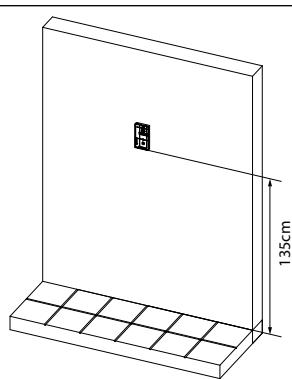
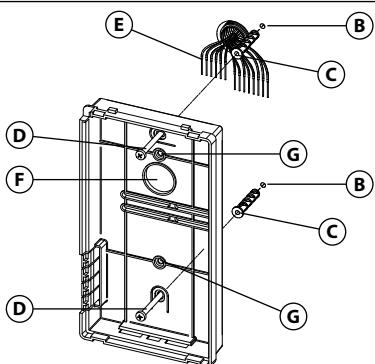

Fig. 3
Fig. 4
3. Appoggiare a parete la base del videocitofono ad una altezza di circa 135cm (**Fig. 3**) dal pavimento finito e prendere i riferimenti per i fori di fissaggio **B** (**Fig. 4**) tenendo presente che i conduttori **E** (**Fig. 4**) devono passare attraverso l'apertura **F** (**Fig. 4**). Se per l'uscita da parete dei conduttori si utilizza la scatola da incasso 503, murare la stessa in posizione verticale lasciando circa 140cm tra la base e il pavimento finito.
4. Facendo riferimento alla **Fig. 4**, realizzare i fori **B**, inserire al loro interno i tasselli ad espansione **C** e fissare la base del videocitofono alla parete tramite le viti **D** avendo cura di passare i conduttori **E** attraverso la fessura **F**. Se è stata utilizzata la scatola da incasso 503, fissare a parete la base tramite i fori **G** (a passo con le lingue di fissaggio della 503) utilizzando le viti **D**.